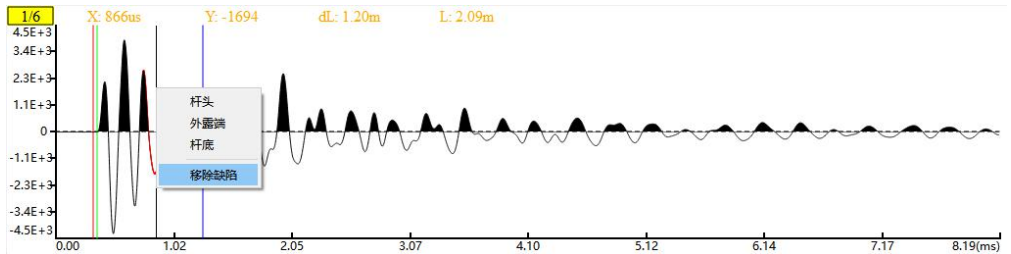

图 3-18 移除指定缺陷
- 移除缺陷：在移除指定缺陷时，若移除缺陷对应图标被选中，则可使用鼠标左键在待移除缺陷范围内进行单击；若移除缺陷对应图标未被选中，则可使用鼠标左键在待移除缺陷范围内进行单击并停顿稍许，在弹出的菜单中选择移除缺陷，如图 3-18 所示。若选中位置存在两个以上的缺陷，则需要根据立柱立柱模型图重新选择待移除缺陷。快捷键为 。